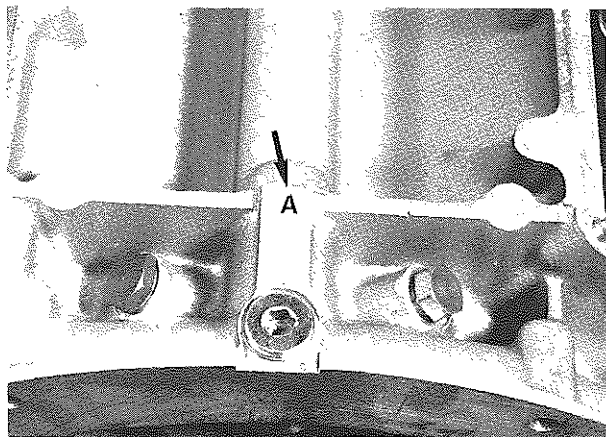

Fig. 104 - Classe dimensionale
- La classe dimensionale cui appartengono i cilindri è stampigliata sul basamento (**Fig. 104**) (vedi pag. 1-1).
- Cylinder dimension class is graved on the crankcase (**Fig. 104**) (see page 1-1).